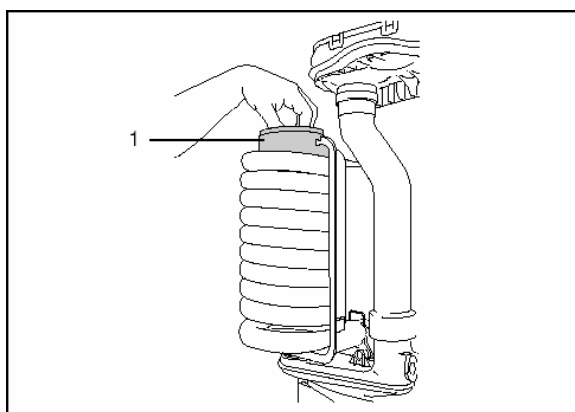

fig. 35 Demontering av avgasstosen
- Avgasstosen tas ur värmeväxlaren (fig.35, pos.1).